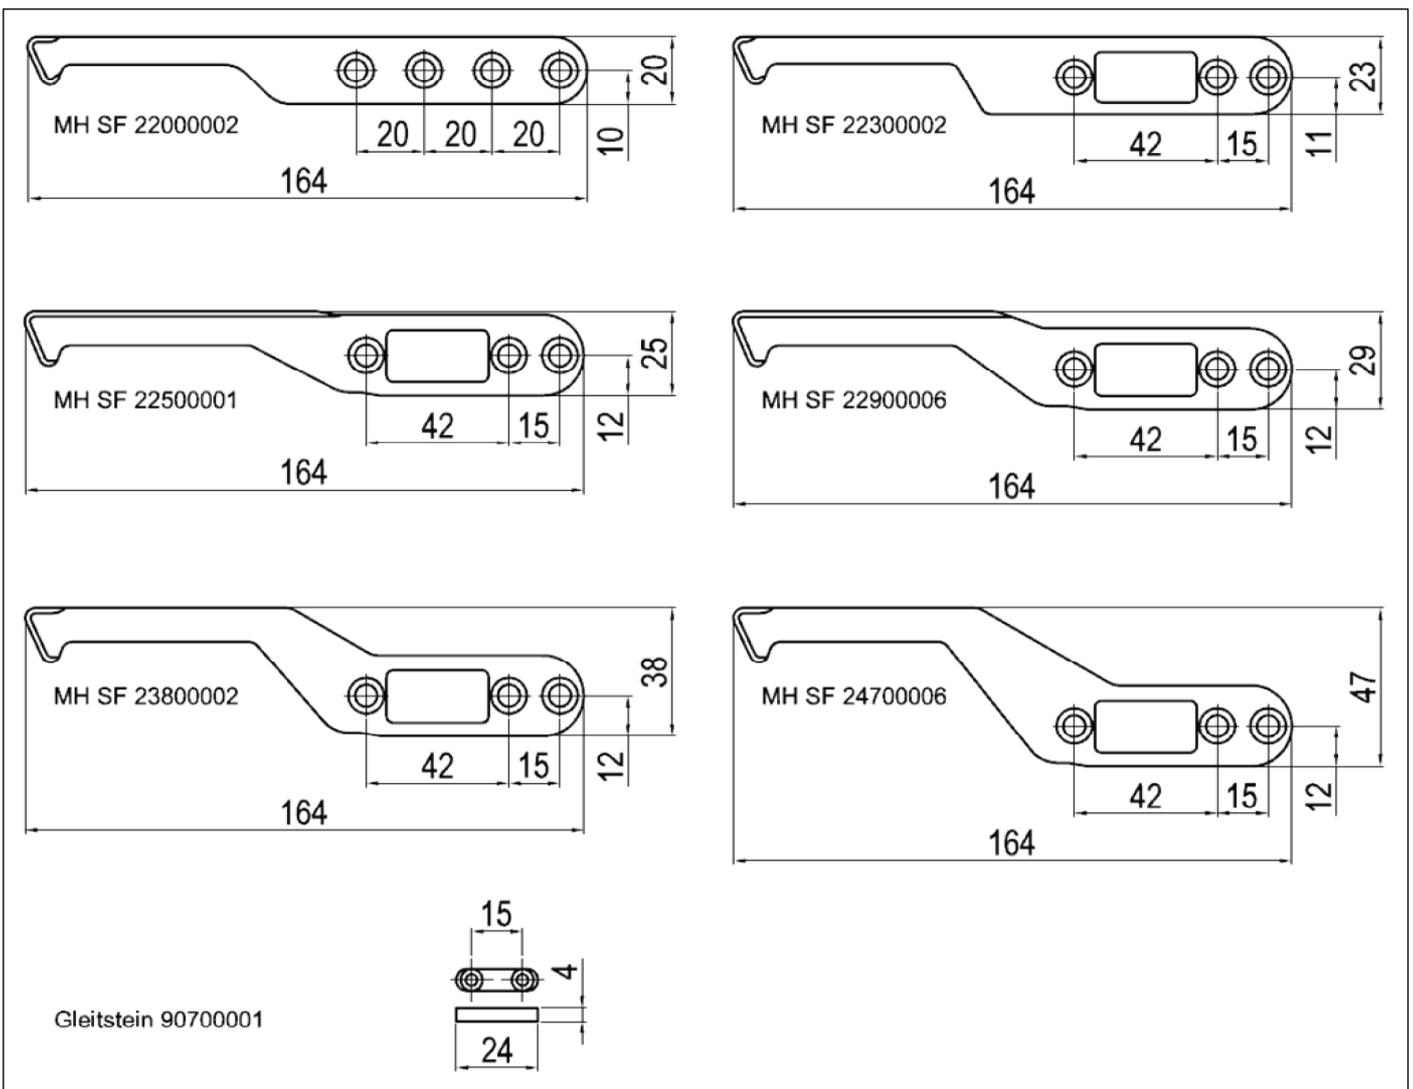
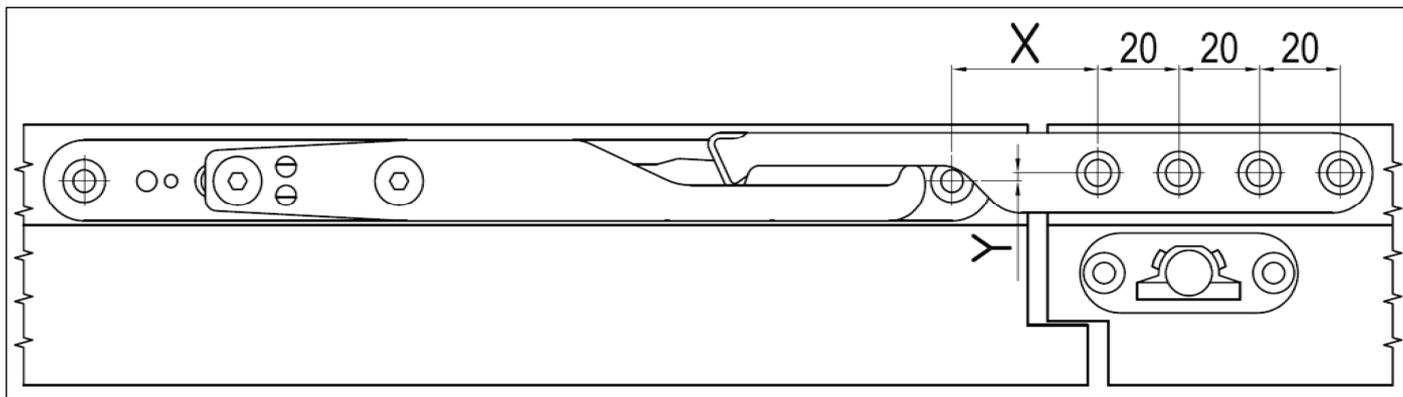

Bild 2, Auswahl Standflügelhaken, alle MH SF haben eine Stärke von 4mm, optionaler Gleitstein 90700001
Bild 3. Der MH SF 22000002 ist vom Schaltschloss unabhängig und wird bandgegenseitig neben Schaltschloss oder im Falz eingebaut
- Der MH SF 22000002 ist vom Schaltschloss unabhängig und daher wird anstelle der Schaltschlossmitte die erste Befestigungsbohrung am Mitnehmerhaken als Bezugspunkt für das Maß X herangezogen **Bild 3**.
- Die Einbauebene vom MH GF sollte so weit wie möglich in Richtung Bandgegenseite gelegt werden. Je nach Versatz der starren Mitnehmerhaken **Bild 2**, kann die Einbauebene vom MH GF um das Maß Y in Richtung Bandgegenseite verschoben werden **Bild 3-6**. Das Maß Y für die MH SF ist der Tabelle zu entnehmen. Abhängig von Falzausbildung und Beschlagebene wird der MH SF **Bild 2** gewählt. Achten Sie bei der Auswahl auf freie Beweglichkeit vom MH GF.
- Wenn ausreichend Platz im Falz außerhalb vom Schaltschloss (Beschlagebene) in Richtung Bandgegenseite vorhanden ist, sollte entsprechend **Bild 3** der Mitnehmerhaken 22000002 gewählt werden.
- Für die aufgelisteten MH SF **Bild 2** können ausschließlich Schaltschlösser mit 42 mm Schraubabstand verwendet werden. Ausgenommen ist der vom Schaltschloss unabhängige MH SF 22000002, **Bild 3** zeigt ein Einbaubeispiel.